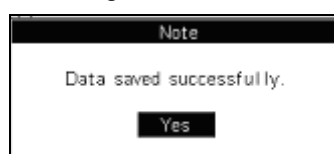

Abbildung 5-28 Eine Dialog-Box mit Hinweis auf das erfolgreiche Speichern der Daten
4. Drücken Sie [F2], um die Änderungen zu speichern. Wurden die Änderungen erfolgreich gespeichert, erscheint die in Abbildung Abbildung 5-28 dargestellte Dialog-Box; **KLICKEN** Sie auf **“Ja”**, um die Dialog-Box zu schliessen;